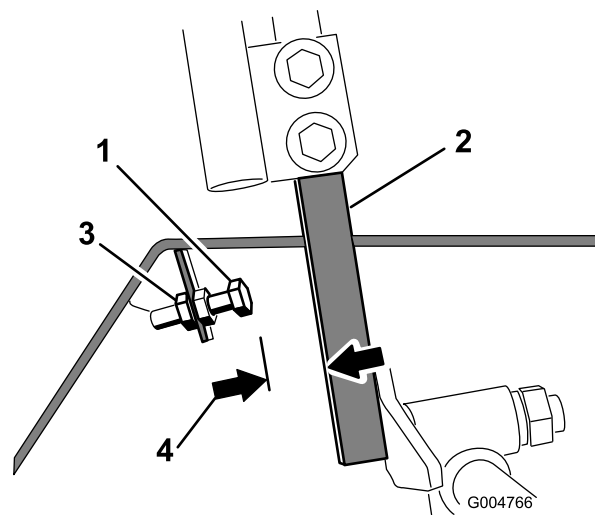

Figura 63
4. Solte a porca de bloqueio no parafuso de bloqueio de uma das alavancas de controlo (Figura 63).